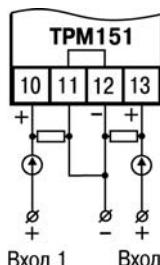

Рисунок 7.7 - Схема подключения активных датчиков типа "параметр—ток", "параметр—напряжение"
- 2) Активные датчики с выходным сигналом в виде тока (0...5 мА, 0...20 мА или 4...20 мА), в том числе датчики положения токового типа, можно подключать к прибору только после установки внешнего шунтирующего резистора (см. рисунок Б.1, рисунок 7.7). Резистор должен быть прецизионным (типа С2-29В, С5-25 и т. п., мощностью не менее 0,25 Вт, сопротивлением $100\text{ Ом} \pm 0,1\%$) и высокостабильным во времени и по температуре (ТКС не хуже $25 \cdot 10^{-6}\text{ }^{\circ}\text{C}$).